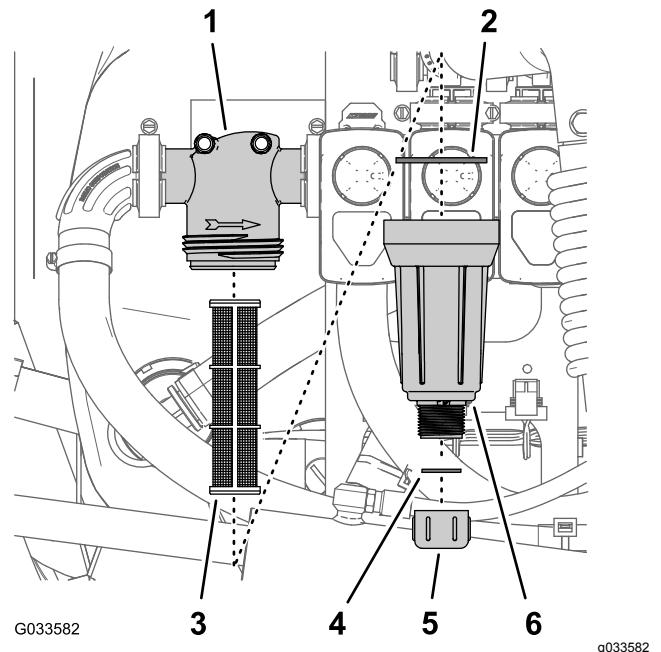

Figura 106
3. Ruotate il tappo di spurgo in senso antiorario e rimuovetelo dal pozzetto del filtro della pressione (Figura 106).
4. Ruotate il pozzetto in senso antiorario e rimuovete la testa del filtro (Figura 106).
5. Togliete il vecchio elemento del filtro della pressione (Figura 106).
6. Controllate la guarnizione del tappo di spurgo (situato all'interno del pozzetto) e la guarnizione del pozzetto (situato all'interno della testa del filtro) per escludere danni e usura (Figura 106).
7. Montate il nuovo elemento del filtro della pressione sulla testa del filtro (Figura 106).
8. Montate il pozzetto sulla testa del filtro e serrate manualmente (Figura 106).
9. Montate il tappo di spurgo sul raccordo nella parte inferiore del pozzetto e serrate il tappo manualmente (Figura 106).
- Allineate una bacinella di spurgo sotto il filtro della pressione (Figura 106).